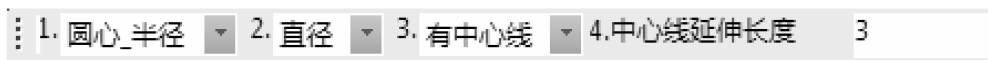

图 2-61 绘制同心圆的立即菜单
1) 绘制同心圆。单击圆按钮，在弹出的立即菜单中按照图 2-61 所示进行选择。